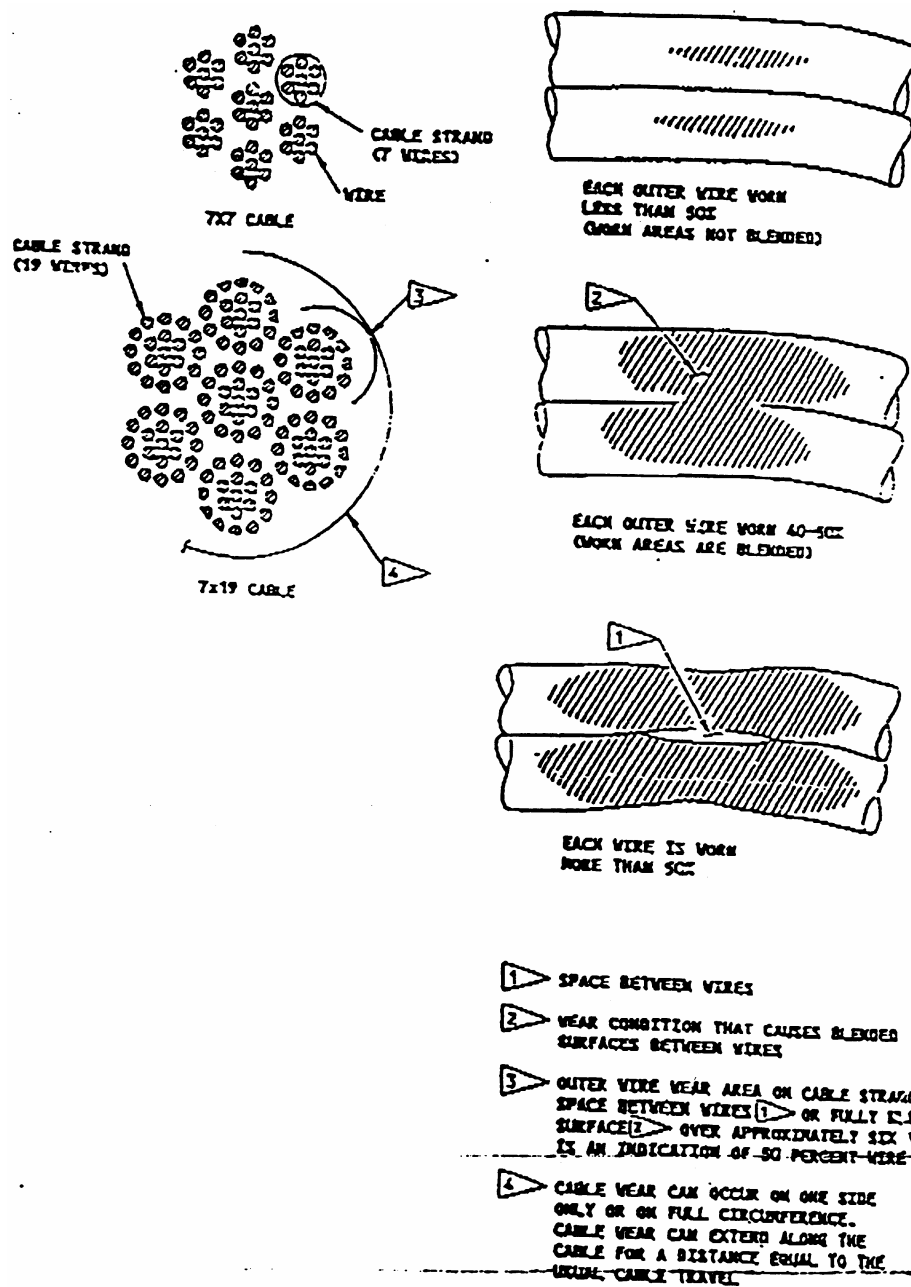

FIGURE 1
(a)，在本指令生效后24个月或6000飞行小时内，先到为准，完成本指令附录1（包括图1）中的“油门操纵钢索检查程序”要求的检查并查证油门操纵钢索的完整性，如发现任何缺陷，在下次飞行前，按照描述在波音757维护手册中的程序进行修理，随后按不超过24个月或6000飞行小时（先到为准）间隔重复检查。
(1) 如果钢丝束钢丝被磨损且磨损处钢丝截面减少超过40% (见图1)
(2) 发现打结。或
(3) 发现腐蚀。